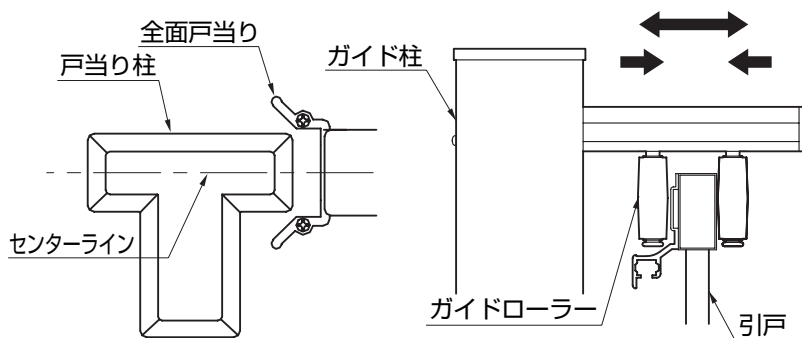
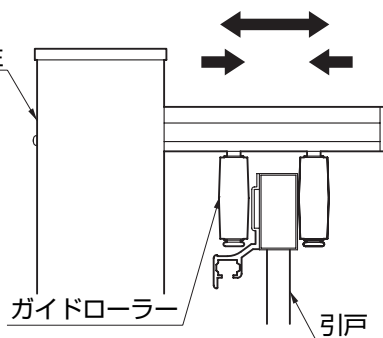

図8-3
図8-4
ずれていたら、ガイドローラーを調整してセンターラインを合わせてください。（図8-3、図8-4参照）
- ガイドローラーの間隔は、引戸上枠へ軽く接触するくらいまで狭めてください。（図8-4参照）